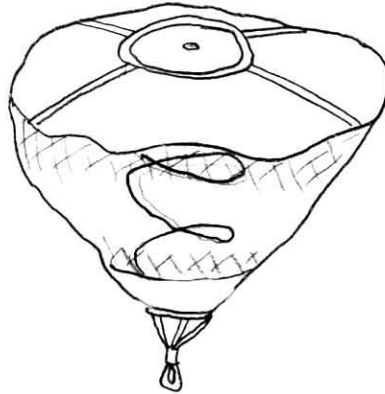

Рис. 4. Парашют вытяжной пружинный.
2.5.6. Парашют вытяжной (ВП) пружинный площадью $0,6 \text{ м}^2$ (рис. 4) предназначен для вытягивания запасного парашюта (как «Срасе-336», так и «Срасе-290») из ранца. Парашют состоит из основы (капроновая ткань типа F111), боковины (капроновая ткань с высокой воздухопроницаемостью) и конической пружины. Основание пружины прикреплено к металлическому диску-накладке в середине основы купола. Основа и боковина ВП усилены лентами ЛТКкр-15-185, образующими петлю для присоединения звена камеры ПЗ.